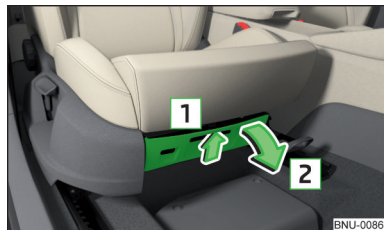

Fig. 117
- Pour **ouvrir** appuyer sur la poignée dans le sens de la flèche **1** et ouvrez le compartiment dans le sens de la flèche **2** » fig. 117.